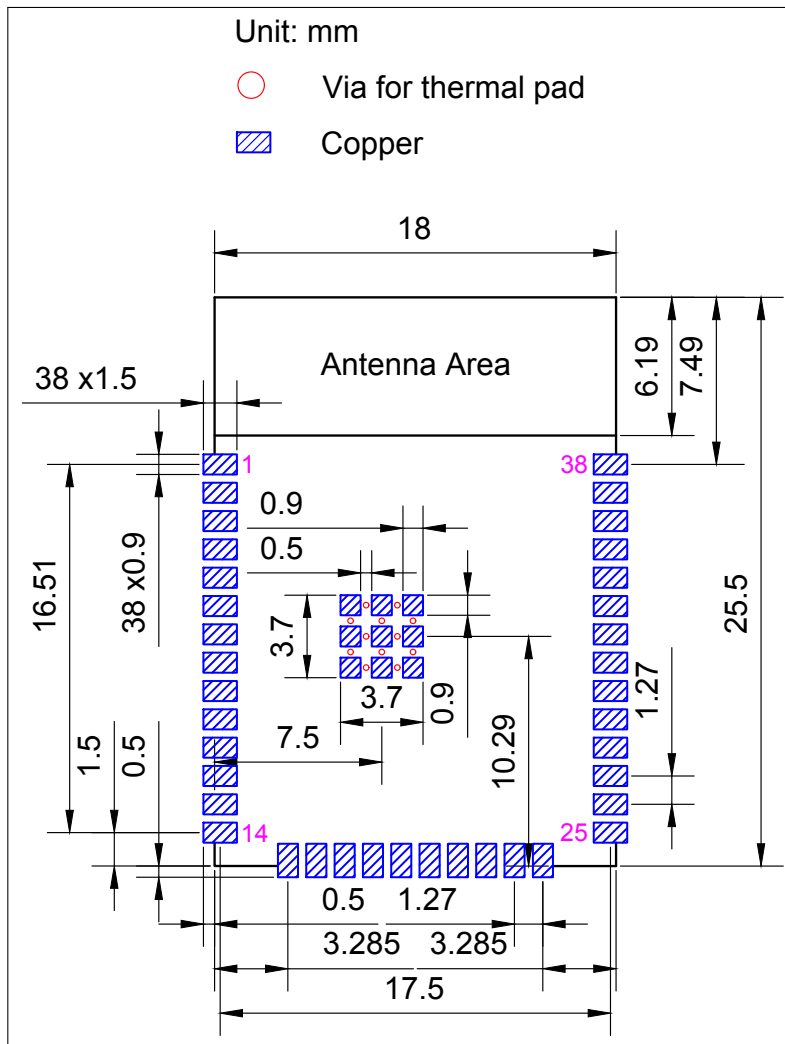

图 12: ESP32-WROOM-32E 推荐 PCB 封装图形
- 推荐 PCB 封装图，标有 PCB 设计所需的全部尺寸。详见图 12 *ESP32-WROOM-32E 推荐 PCB 封装图形* 和图 13 *ESP32-WROOM-32UE 推荐 PCB 封装图形*。
- 推荐 PCB 封装图的源文件，用于测量图 12 和 13 中未标注的尺寸。您可用 Autodesk Viewer 查看 ESP32-WROOM-32E 和 ESP32-WROOM-32UE 的封装图源文件。